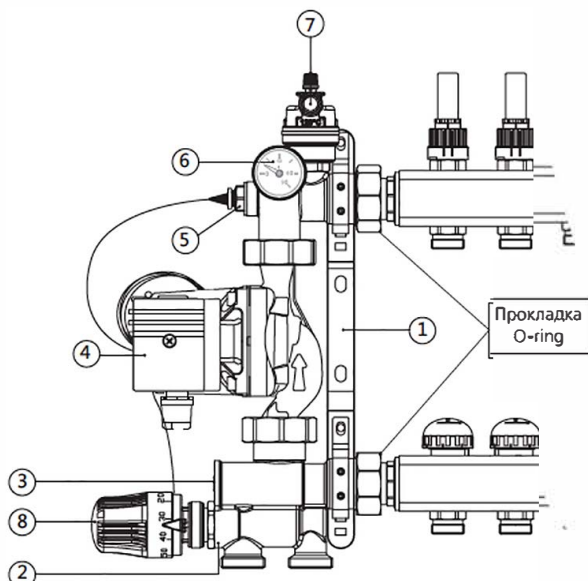

Рис.1
2. при помощи монтажного кольца головки закрепите её на смесительном клапане (рис. 1 поз. 2);
3. поместите датчик в гнездо температурного датчика (рис. 1 поз. 5);
Согласно приведённой ниже диаграмме (рис. 3), расходу 1032 л/ч, соответствуют 6 разных кривых  $\Delta P_{valv}$  при разных настройках байпаса (рис. 1 поз.3): чем меньше открыт байпас, тем быстрее достигается требуемая температура на подаче, и наоборот, при максимально открытом байпасе увеличивается расход и одновременно сокращается колебание температуры подачи, связанное с открытием-закрытием различных зон, на которые разделяется система отопления.
Температура подачи низкотемпературного контура отопления задаётся на термостатической головке (рис. 1 поз.8), с диапазоном установки от 20 до 65 °С, и поддерживает постоянную благодаря действию термостатического клапана.